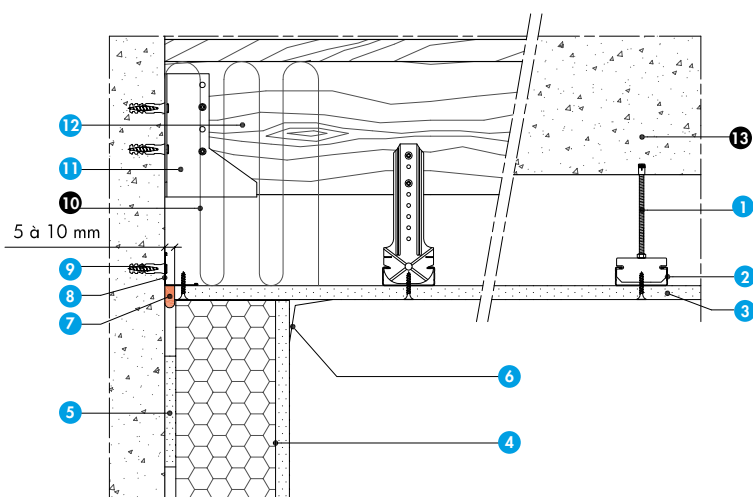

Fig. 3a : Étanchéité à l'air de la jonction plafonds/support/doublage
- Si le doublage est posé après le plafond : les dispositions sont similaires dans les cas sous plancher bois, sous plancher béton et si la distance entre la première suspente et le parement du doublage est  $\leq 100$  mm. Alors on réalise l'étanchéité à l'air entre le plafond et le mur support par mise en place d'un bourrage avec du mortier adhésif et un enduit + bande. La jonction plafond parement du doublage sera traitée par enduit + bande (fig. 3a et 3b). Les dispositions sont similaires dans les cas sous combles perdus, sous plancher bois, sous plancher béton et si la distance entre la première suspente
#### Nomenclature de la figure 3a